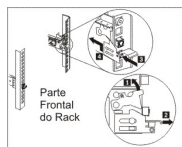

Figura 23. Removendo a Extremidade dos Trilhos Deslizantes
4. Remova a extremidade dos trilhos deslizantes, conforme mostrado na Figura 23.